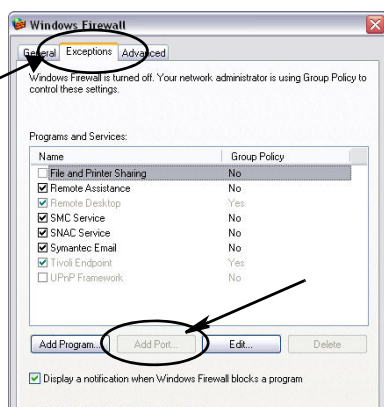

FIG. 25
2. Si todavía no está seleccionado, haga clic en la pestaña Excepciones para mostrar el contenido (FIG. 25).
3. Haga clic en el botón “Agregar puerto” (FIG. 25).